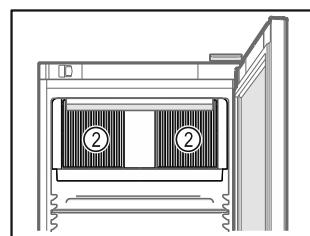

Fig. 63
- Lüftungsschlüsse Fig. 63 (2) des Umluftgebläses im Innenraum freihalten.